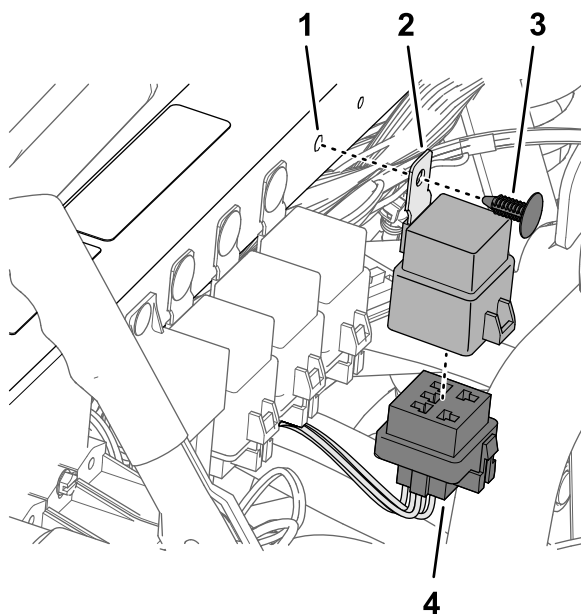

Figura 186
1. Collegate il connettore a 5 pin del relè al connettore a 5 prese (Figura 186) del cablaggio preassemblato del kit indicato come RELÈ DI ATTIVAZIONE ASC 10.
2. Allineate il foro nell'aletta di montaggio del relè con il foro nel tubo di supporto dell'ammortizzatore e fissate il relè al tubo con un dispositivo di fissaggio a spinta (Figura 186).